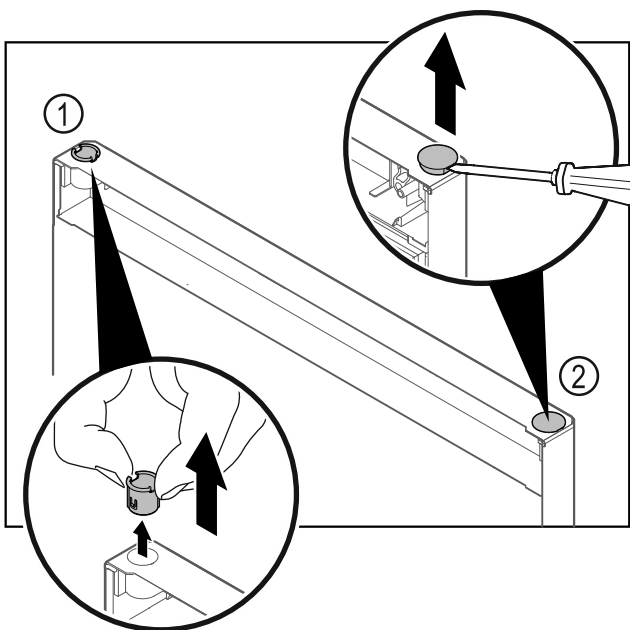

Fig. 27 Ledusskapja nodalījuma durvis
- Izvelciet ar pirkstiem eņģes ieliktni Fig. 27 (1).
- Paceliet uzmanīgi ar plakano skrūvgriezi un izvelciet ārā nosedzošo aizbāzni Fig. 27 (2).